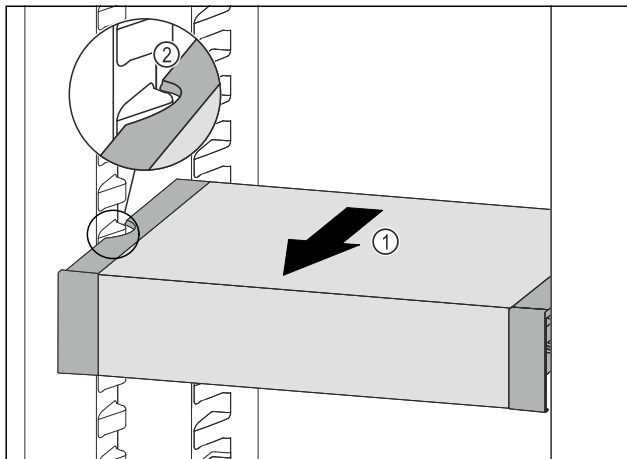

Fig. 90
- VarioSafe nach vorne ziehen Fig. 90 (1), bis sich die seitlichen Aussparungen des VarioSafes auf Höhe der Behälterrippe im Kühlteil befinden. Fig. 90 (2)